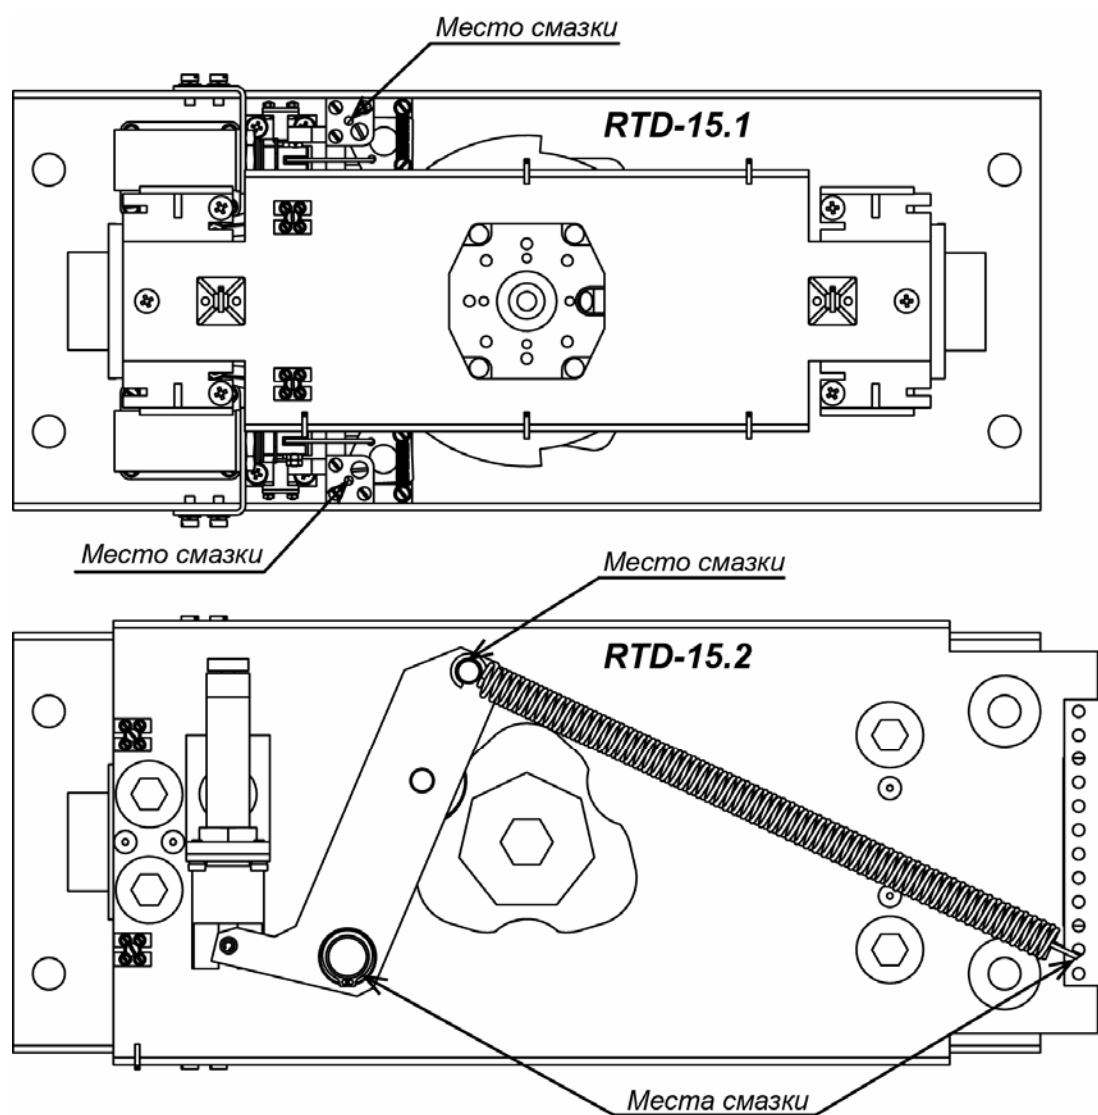

Рисунок 21. Вид сверху на исполнительный механизм, установленный в балке привода, с указанием мест смазки
2. Снимите крышку (9) с балки привода (8) (см. разд. 6).
6. Смажьте жидким машинным маслом типа И-20 детали исполнительного механизма в соответствии с рис. 21 (допускаются аэрозольные силиконовые смазки для низких температур).
10. Для обслуживания нижнего узла вращения (3) выполните демонтаж ротора (работайте вдвоем!):